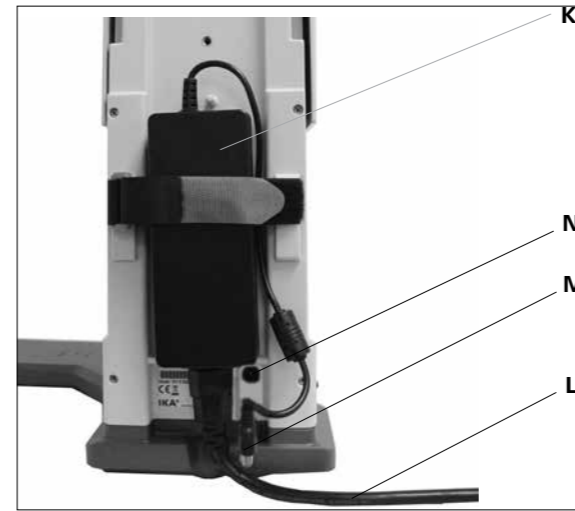

Fig. 9
#### 3.) 安装电源适配器 (Fig. 9)
- 将电源适配器 (K) 置于仪器背部并以尼龙搭扣固定,其中尼龙搭扣的魔术贴连接在电源适配器上。请注意,尼龙搭扣的位置不得处于电源适配器与仪器背部相间的位置。
- 将低电压连接器 (M) 连接到连接接口 (N) 上。(Fig. 9)
- 将电源适配器的电源线插头 (L) 插入电源插座。